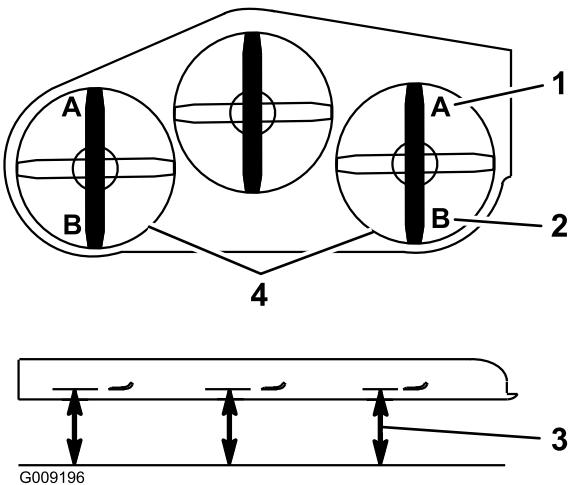

Figura 87
- 9. En ambos lados de la carcasa, mida desde la superficie nivelada hasta la punta delantera de la cuchilla (Posición A). La medida debe ser de 7,6cm (3pulg.) (ver Figura 87).